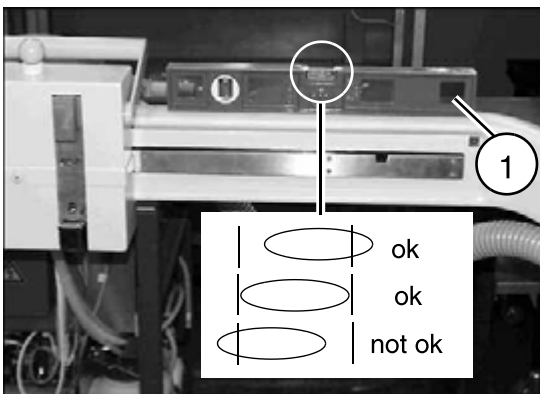

Fig. 2:
- Eine Wasserwaage auf den Tragarm legen (1/Fig. 2 / S. 14).
- Die Luftblase darf nach rechts, aber nicht nach **links** verschoben sein (Fig. 2 / S. 14).